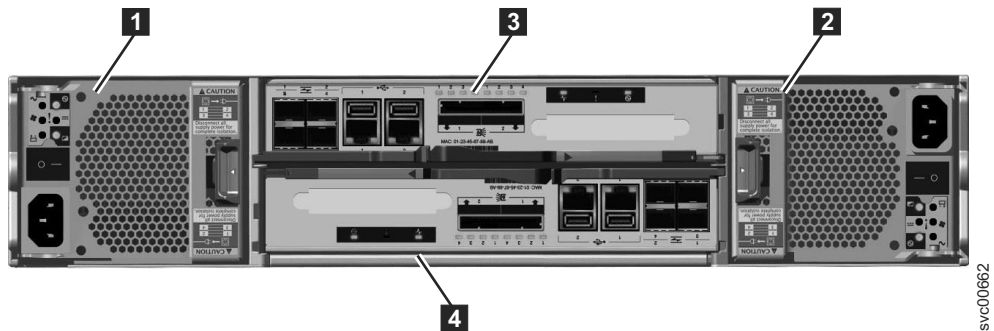

Figura 3. Vista Posterior de um Gabinete de Controle Modelo 2076-112 ou Modelo 2076-124
O Figura 3 mostra a visão posterior de um gabinete de controle e identifica o local das unidades da fonte de alimentação e das caixas.
- Duas caixas são instaladas no meio do gabinete. Cada caixa é conhecida como uma caixa de expansão. A caixa superior, conforme mostrado na Figura 3, é a caixa **3**, e a caixa inferior é a caixa **4**. A caixa **3** está na parte superior para cima e a caixa **4** está invertida, na parte superior para baixo.